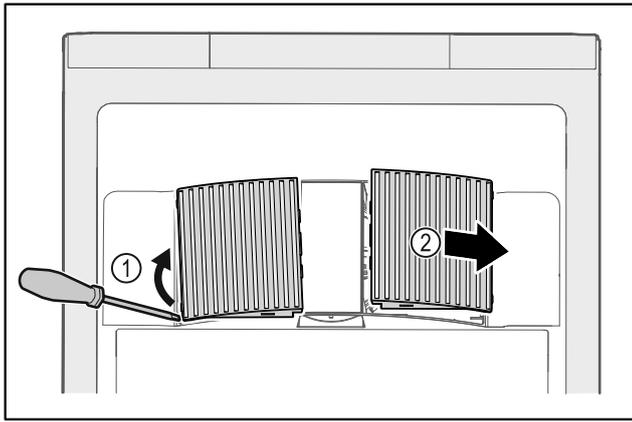

Fig. 175
- ▶ Extraire par un mouvement de levier les caches latéraux Fig. 175 (1) vers l'avant Fig. 175 (2).